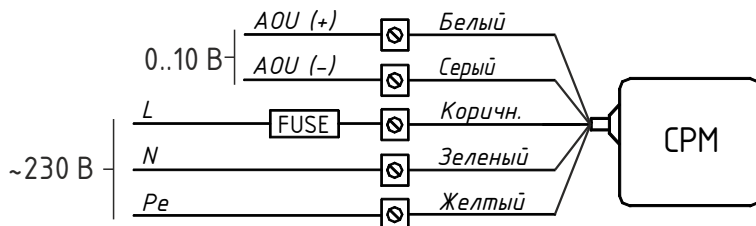

Рис. 3. Электрические соединения
- Произведите электрические подключения согласно Рис. 3.